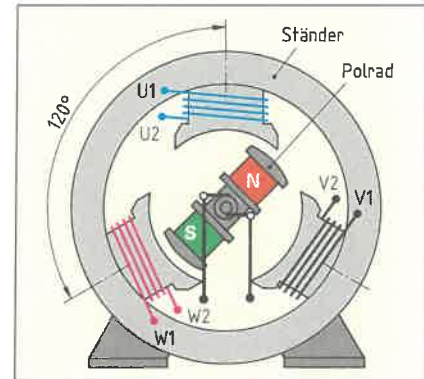

Bild 1: Prinzip der Drehstromerzeugung
1. Beschreiben Sie mithilfe von **Bild 1** die Entstehung einer Dreiphasenwechselfspannung.